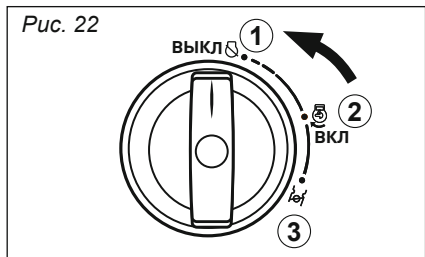

Рис. 22
2. Поверните переключатель «3 в 1» в положение 1 «ВЫКЛ» (рис. 22).